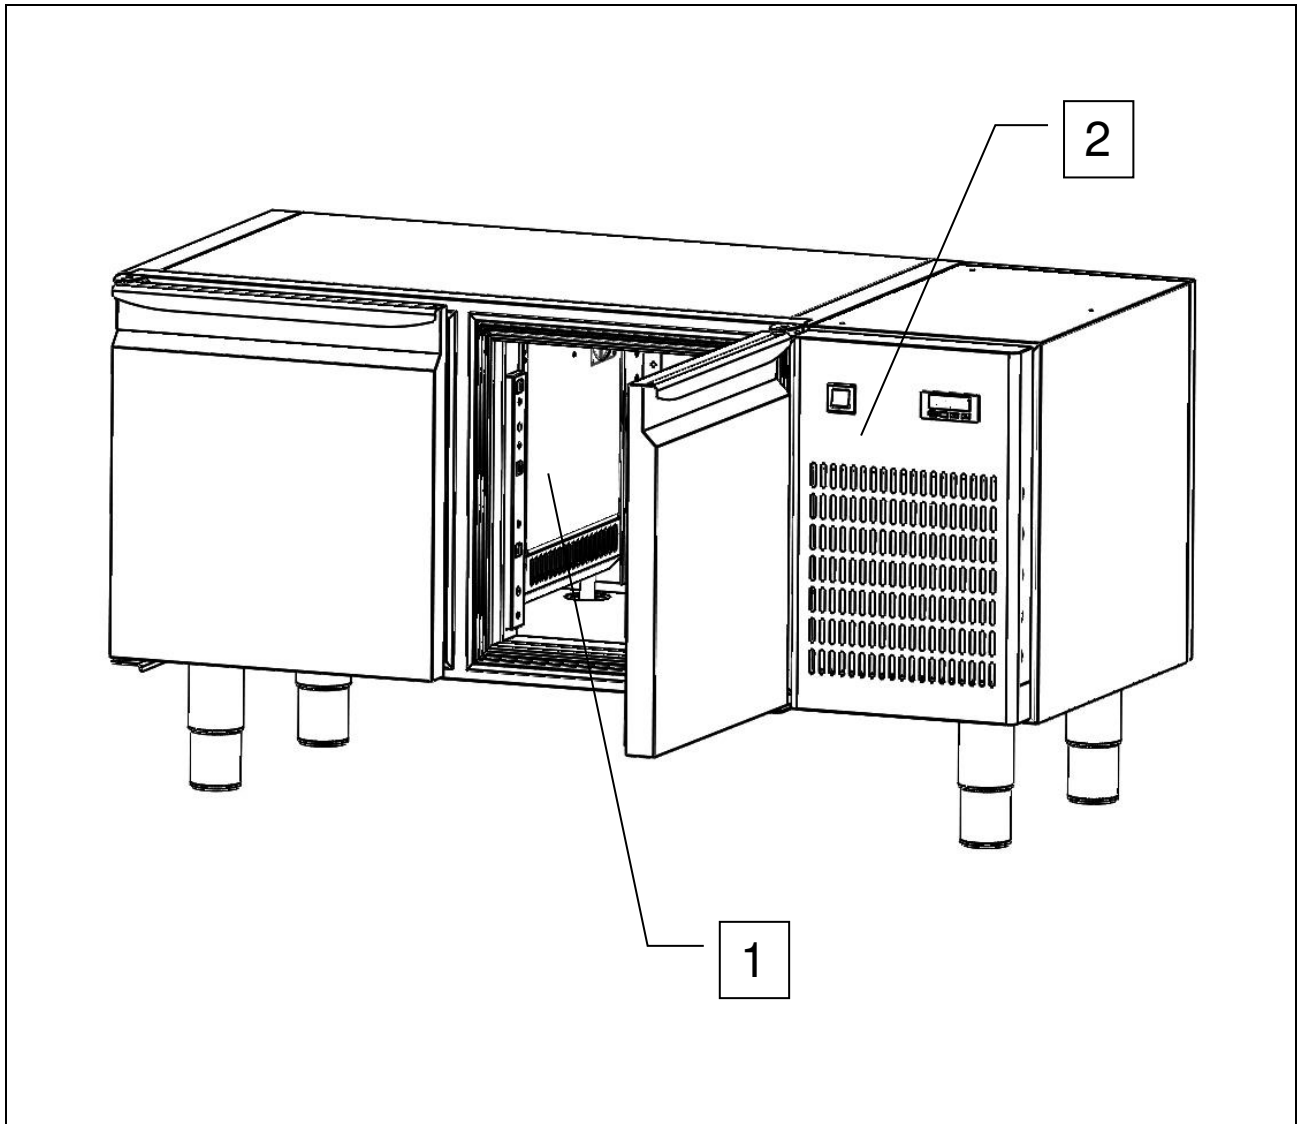

Fig. 5
- paroi inox (TH) ou aluminium (TG) interne servant de couverture à l'évaporateur et aux ventilateurs internes (réf. 1, fig. 5);
- panneau frontal servant de couverture au ventilateur et au condensateur (réf. 2, fig. 5).